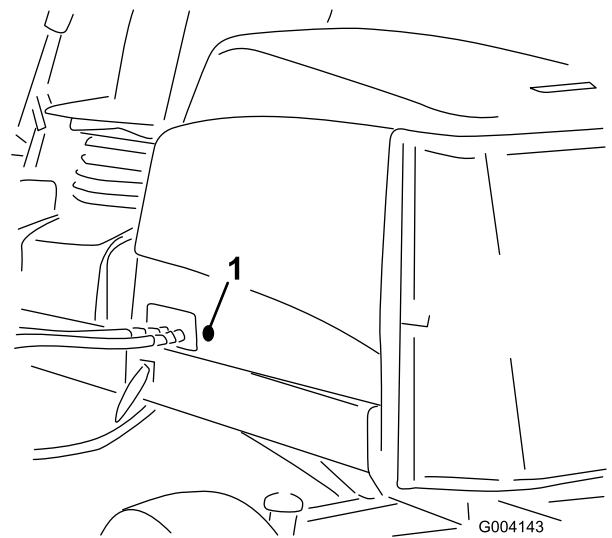

Figure 35
2. Retirez les bagues en caoutchouc du trou dans le côté gauche du capot (Figure 35).